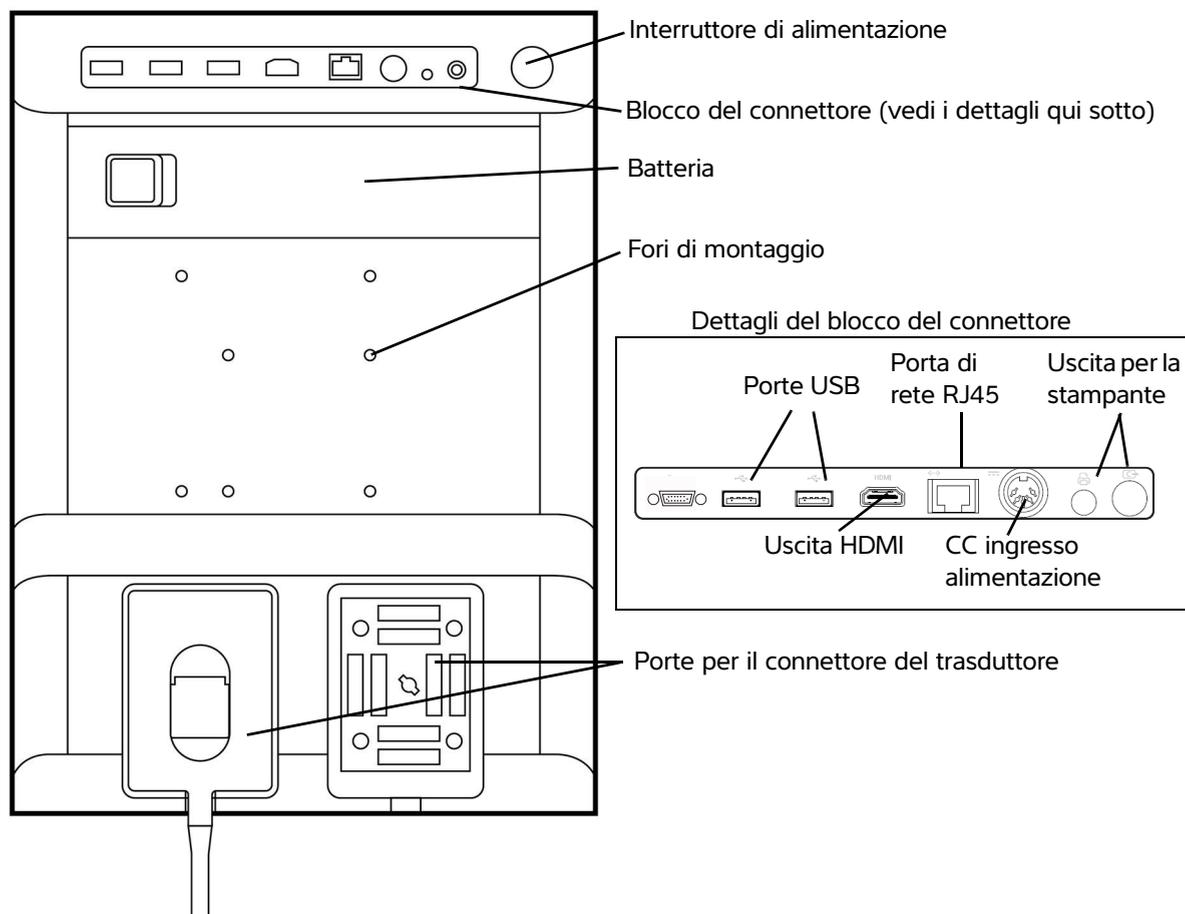

Figura 2-1 Retro del sistema
- 1 Accendere il sistema. Per individuare la posizione dell'interruttore di accensione, fare riferimento a **Figura 2-1** a pagina 2-2.
La parte posteriore del sistema dispone di scomparti per la batteria e per due trasduttori in aggiunta a connettori per dispositivi USB, cavi di alimentazione, cavi di collegamento e altri. Fare riferimento a Figura 2-1.
- 1 Collegare il cavo di alimentazione a corrente continua dall'alimentatore al connettore presente sul sistema. Fare riferimento alla **Figura 2-1** a pagina 2-2.
- ❖ Premere l'interruttore di alimentazione. Fare riferimento alla **Figura 2-1** a pagina 2-2.
Inserire il dispositivo di memorizzazione USB in una qualsiasi porta USB del sistema. Fare riferimento a **Figura 2-1** a pagina 2-2. Il dispositivo di archiviazione USB è pronto quando appare l'icona USB.